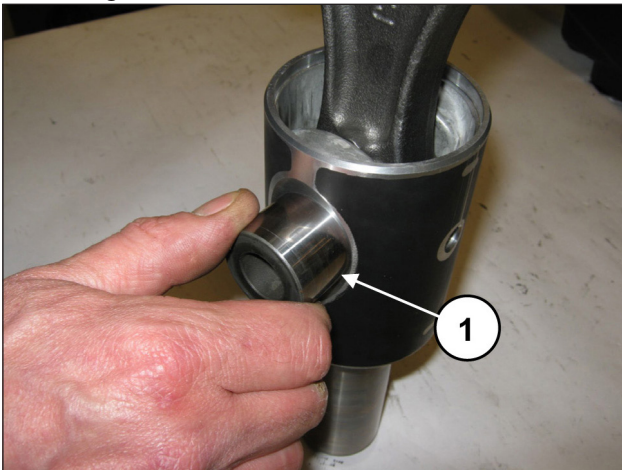
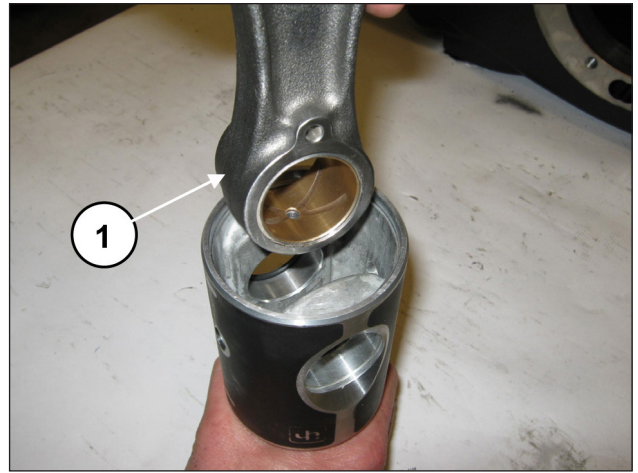

Abb. 40
Abb. 41
Streifen Sie den Bolzen ab (Pos. ①, Abb. 40) und ziehen Sie die Pleuelstange heraus (Pos. ①, Abb. 41).
Setzen Sie die Pleuelstange in die Kolbenführung ein (Pos. ①, Abb. 41) und anschließend den Bolzen (Pos. ①, Abb. 40).